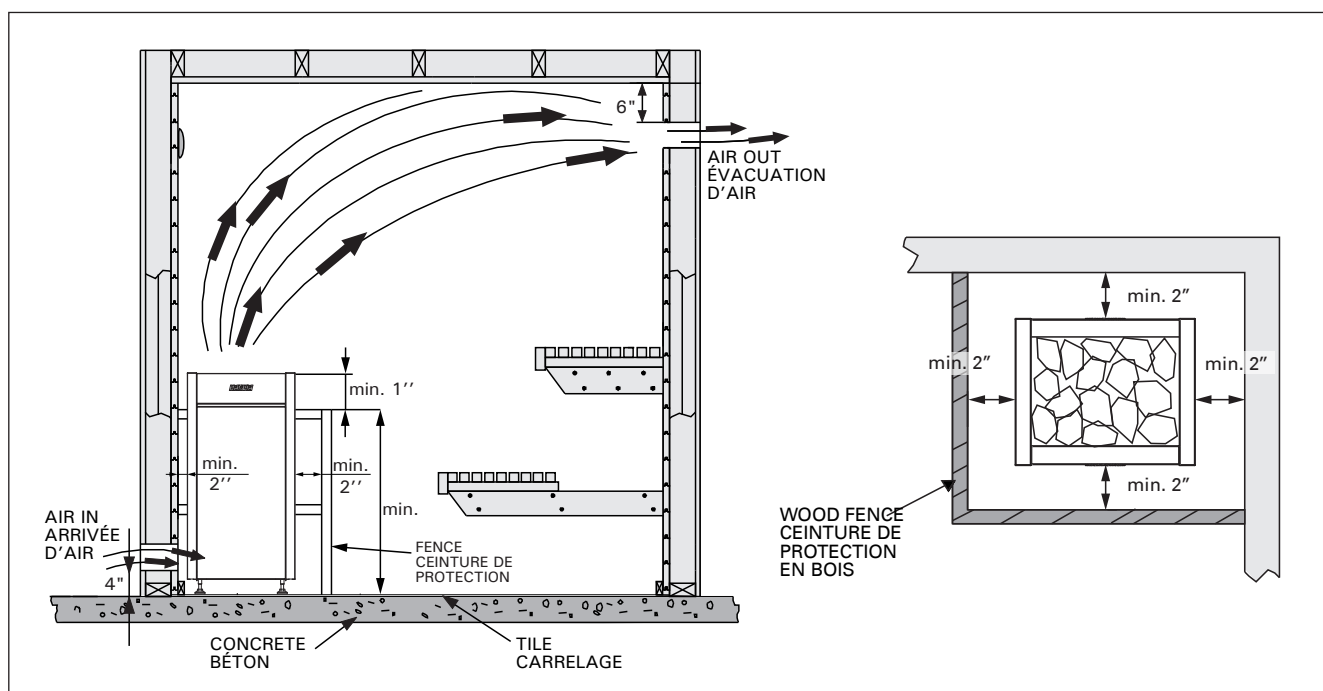

Figure 4. Ventilation de la cabine de sauna et dégagements min. entre la paroi et la ceinture de protection
Doit être assurée par une bouche d'aération basse située près du poêle à 4" (100 mm) du plancher et une bouche d'aération haute située sur la paroi opposée (si possible) à 6" (150 mm) du plafond ou à une hauteur minimale de 24" (600 mm) du plancher. Les bouches d'aération doivent être réglables et permettre de renouveler l'air 5 fois par heure. Le sauna doit être équipé du système d'aération requis par les autorités locales. Figure 4.
Les distances de sécurité minimales sont décrites sur la figure 4 et 5.
1. Sortez le poêle du carton et posez-le à un emplacement approprié dans la cabine du sauna. Respectez les dégagements indiqués dans les figures 4 et 5.